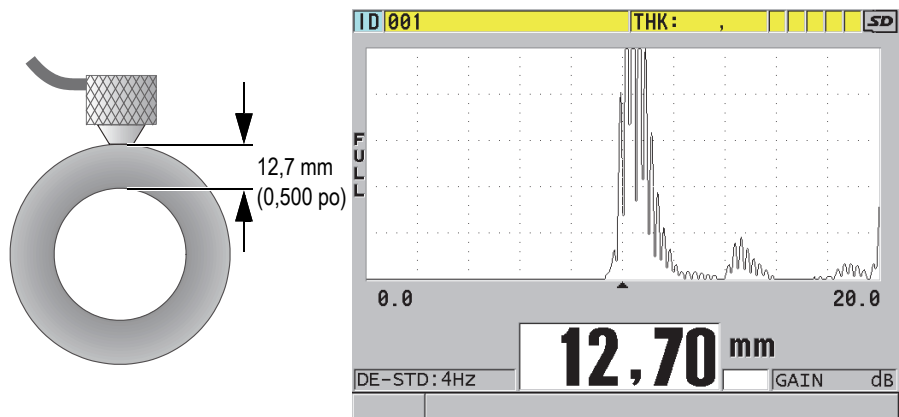

Figure 5-9 Positionnement de la sonde à émission-réception séparées et lecture de l'épaisseur mesurée
- Placez l'extrémité de la sonde sur la surface du matériau, appliquez une pression de modérée à ferme, et maintenez la sonde aussi à plat que possible sur la surface (Figure 5-9 à la page 95).